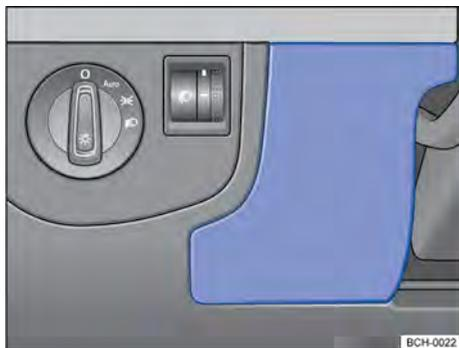

Fig. 167 No lado do condutor do painel de instrumentos: cobertura da caixa de fusíveis.
- Segurar a cobertura da caixa de fusíveis → Fig. 167 e puxar para frente.